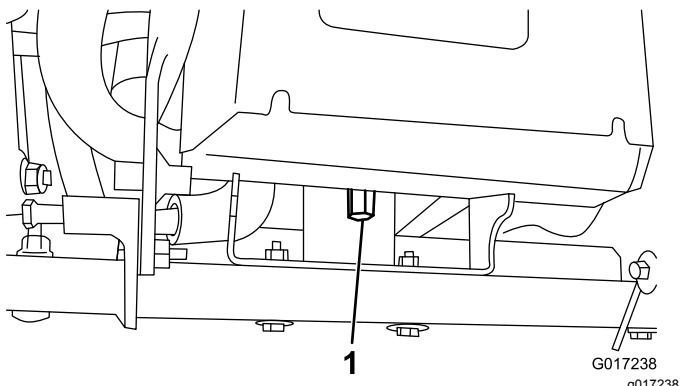

Bild 11
4. Entfernen Sie die große Mutter, mit der das Akku-Unterteil hinten am Maschinenrahmen befestigt ist (Bild 11).